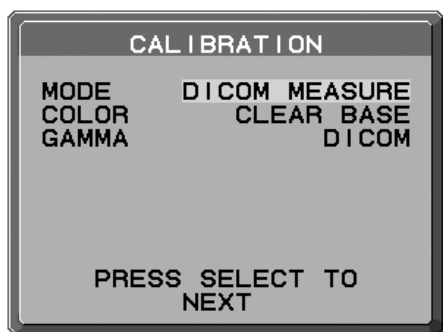

Figure 17
2. Sélectionnez DICOM MEASURE (MESURE DICOM) pour le mode de sélection (**Figure 17**).